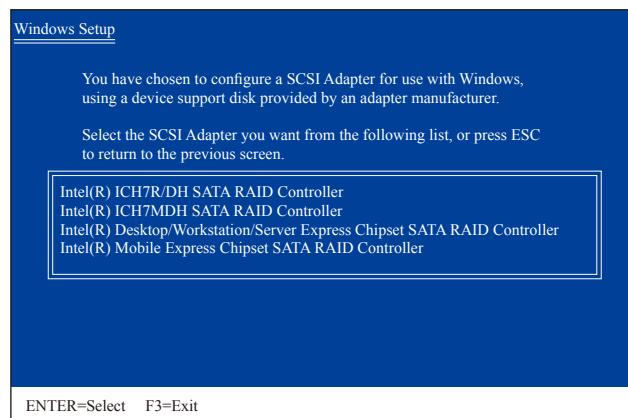

图1
放入存有SATA RAID/AHCI驱动程序的软盘并按下<Enter>能。当如图1的画面出现时，请选择「Intel(R) Desktop/Workstation/Server Express Chipset SATA RAID Controller」再按<Enter>能，系统会从软盘中下载RAID驱动程序。若设为AHCI模式，请使用键盘的上能移到「Intel(R) Desktop/Workstation/Server Express Chipset SATA AHCI Controller」项目再按<Enter>。